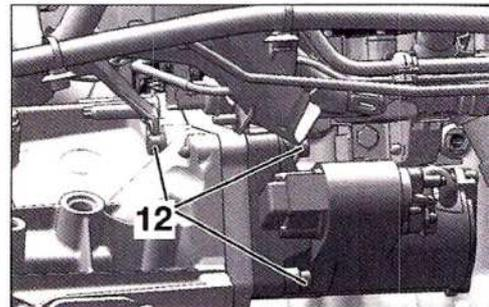

FIG. 5
- Desmontar las fijaciones del motor de arranque (12) (Fig.5).